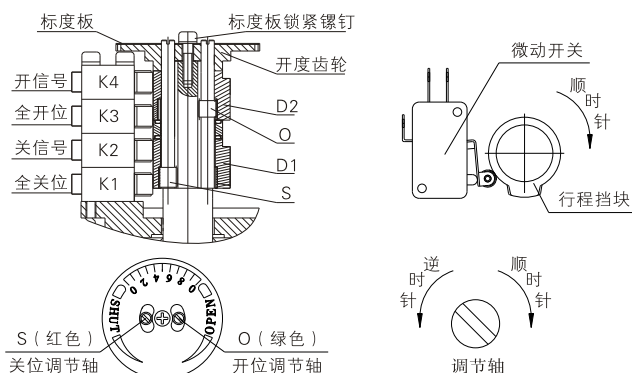

图5
- ①按制御盖内粘贴的控制回路图正确接通线路，确认无误后，打开电源。
- ②开关投向CLOSE，执行机构驱动阀门向关闭方向（顺时针）运行，直到关限位开关（K1）动作，电动执行机构停转。
- ③开关投向OPEN，执行机构驱动阀门向全开方向（逆时针）运行，直到开限位开关（K2）动作，执行机构停转。
- ④经过以上调整，如果开度计指示状态与阀门实际位置不符，可松开标度板中央固定螺钉重新调整标度板位置使阀门指示正确。
1、微量调节式电气限位的调整 (图5)
- ①用手柄驱动阀门至全关位,松开标度板锁紧螺钉,调整标度板,使指针指向刻度0处(SHUT处),并拧紧标度板锁紧螺钉。
- ②用平口起子顺时针方向调整关位调节轴S,带动行程挡块D1顺时针旋转触发K2、K1依次动作并发出响声,此时在K1动作并发出响声时停止调整关位调节轴S。
- ③用手柄驱动阀门至全开位,使用平口起子逆时针方向调整开位调节轴O,带动行程挡块D2逆时针旋转触发K4、K3依次动作并发出响声,此时在K3动作并发出响声时停止调整开位调节轴O。